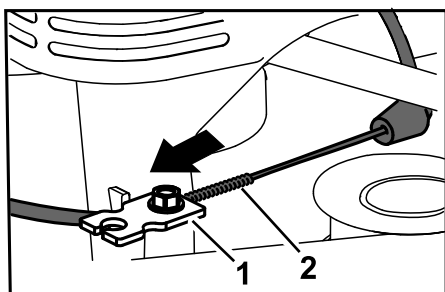

Figura 44
6. Tragei mantaua cablului pentru a elimina jocul (Figura 44).